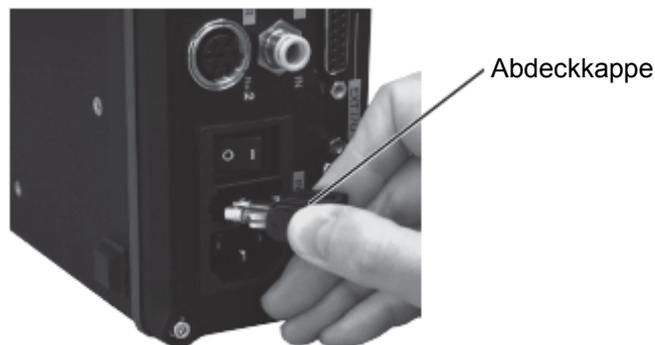
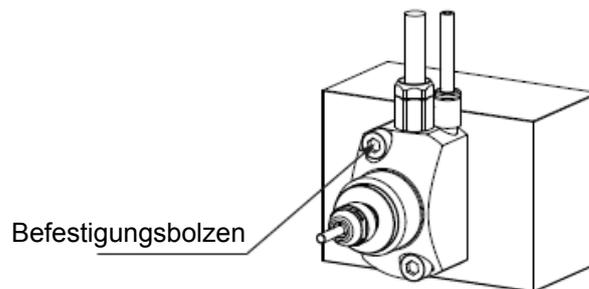

Abb. 7
Abb. 27
- (1) Stecken Sie den Durchmesserabschnitt des Motorspindelgehäuses in die Werkzeugplattenbohrung der Maschine.
- (2) Befestigen Sie die Motorspindel durch die versenkten Löcher (2 Stellen) mit Bolzen an der Flanschvorderseite, wie dargestellt in der Betriebsanleitung Motorspindel Abb. 2, Abb. 4, Abb. 6 und Abb. 7. Siehe Tabelle 1 und Abb. 27.